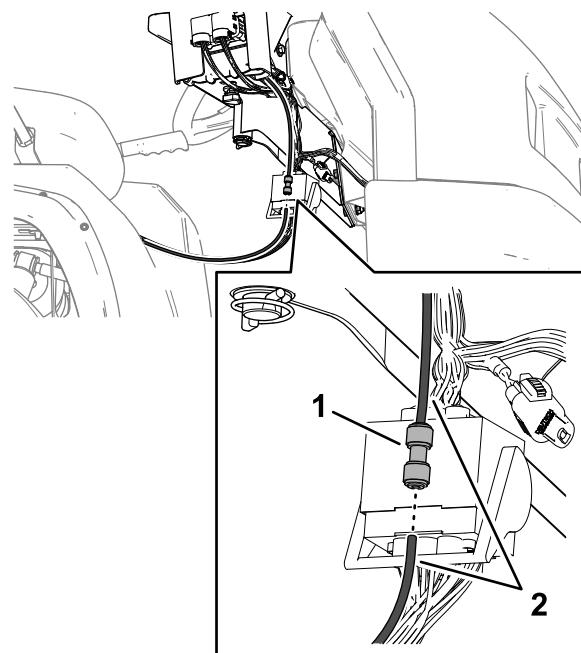

Figura 133
- Insira o tubo do sensor de pressão na união de pressão até o tubo estar devidamente colocado (Figura 133).